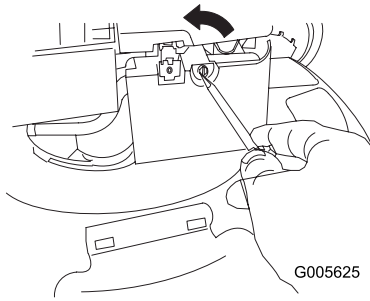

Bild 29
1. Öffnen Sie die Luftfilterabdeckung mit einem Schraubenzieher (Bild 29).